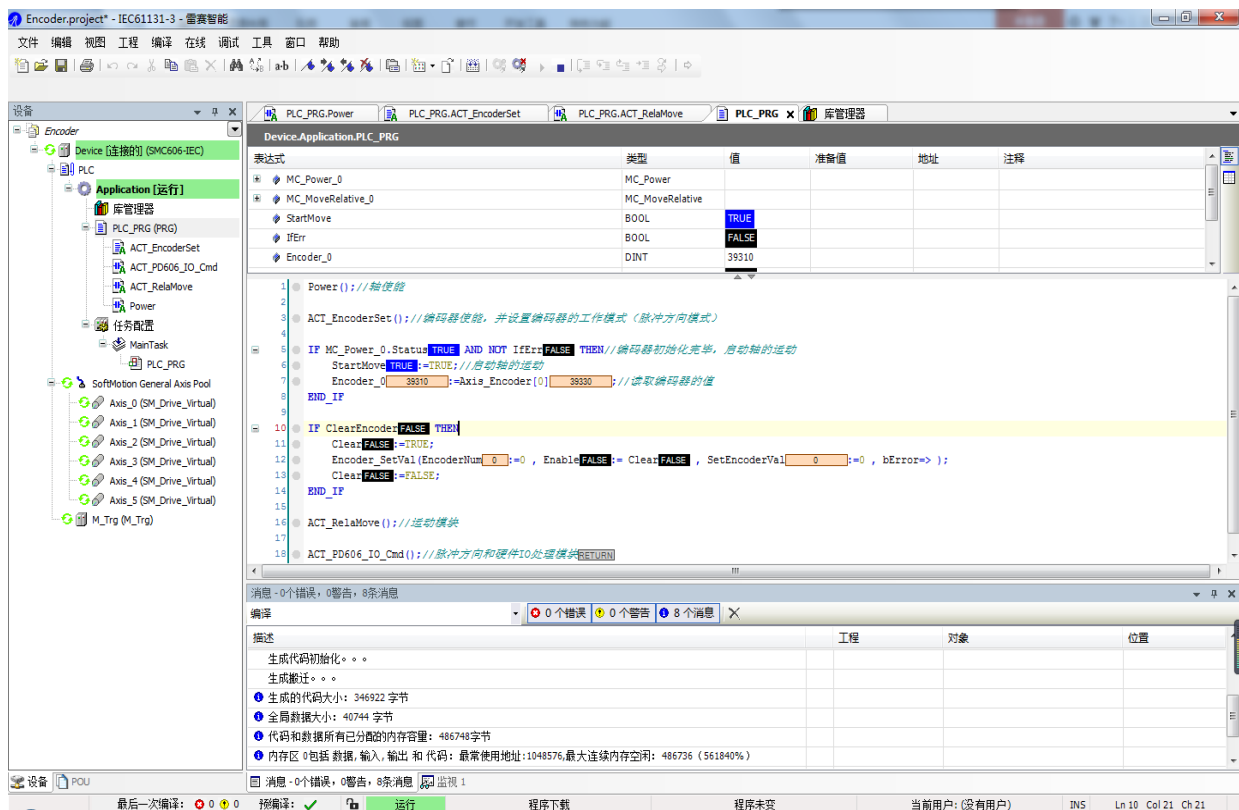

图 9.5 程序运行结果
4) 在主程序中读取轴 0 的编码器值并调用这些模块，如图 9.5 所示。编译、下载程序并执行。
5) 运行结果：实时读取到轴 0 编码器反馈的值并将其赋值给变量 Encoder\_0；如果变量 ClearEncoder 为 TRUE 则将编码器计数值清零，结果如图 9.5 所示。